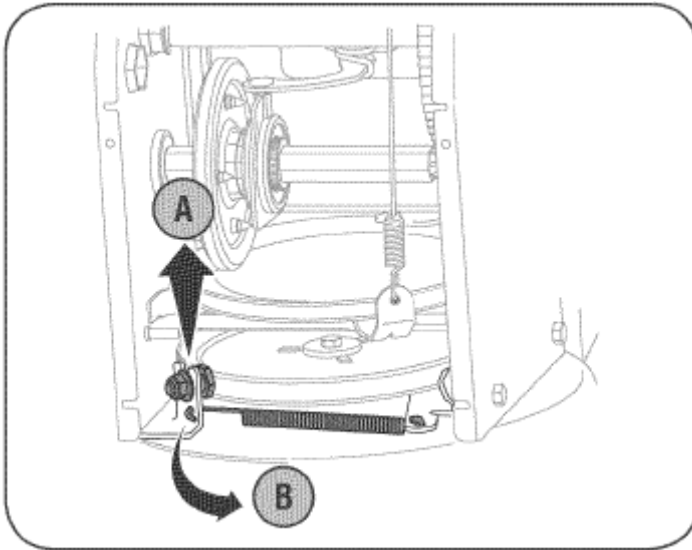

Рисунок 25
6. Снимите ремень следующим образом (см. рис. 25):